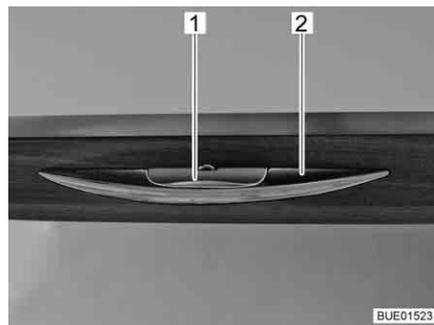
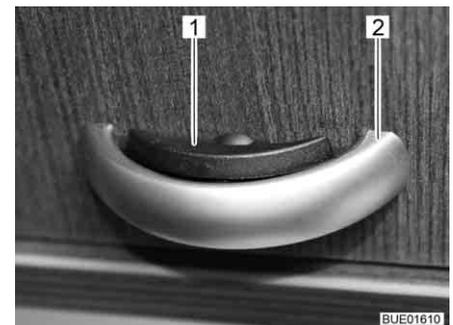

Bild 71 Griff mit Entriegelungsleiste
Bild 72 Griff mit Entriegelungsleiste (Alternative)
- Entriegelungsleiste (Bild 71,1 bzw. Bild 72,1) drücken und gedrückt halten.
- Am Griff (Bild 71,2 bzw. Bild 72,2) ziehen, bis die Möbelklappe offen ist.